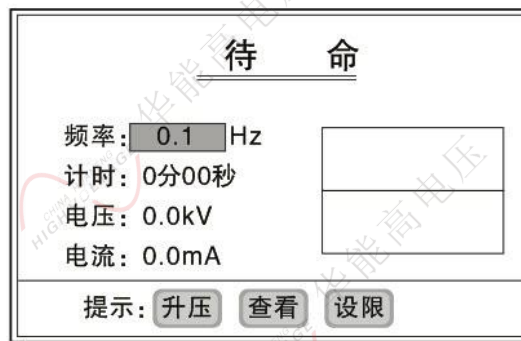

图6 (待命界面)
(C) 点击“返回”键, 仪器进入图 6 所示的升压待命界面。
(3) 待命界面
按图 6 点击升压键后, 仪器在电脑的控制下, 按如下流程进行升压试验: 自检→升压→等幅输出→停机
点击图 6 中的“查看”键，可查看最近九次试验的历史数据